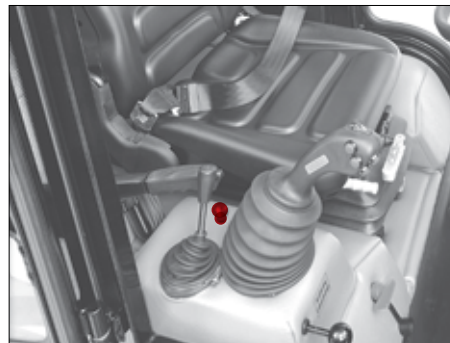

Fig. 48
L'amortisseur de vibrations de la flèche s'active avec le commutateur à tirette à droite à côté du siège conducteur (Fig. 48). Un témoin de contrôle rouge se trouve dans le commutateur.
- Tirer le commutateur (Fig. 48) vers le haut :
- Tirer le commutateur (Fig. 48) vers le bas :